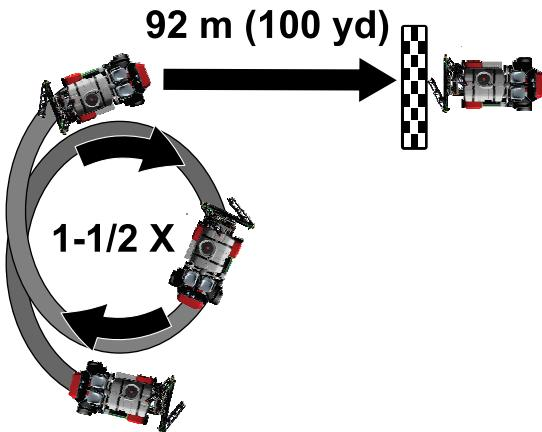

Figura 74
3. Conduzca la máquina en círculo y realice 1–1/2 vueltas (Figura 74).